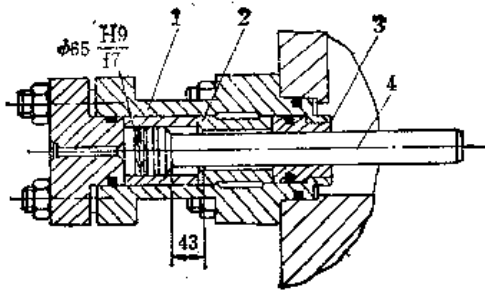

图13-3-9 接力器的改进
(2) 充水阀接力器的改进 标准充水阀接力器为差动柱塞式结构。目前许多新设计的水压机都已采用结构简单、动作可靠、不容易出故障的水滑阀式接力器。图13-3-9是某16MN 锻造水压机改进后的水滑阀结构。它的特点在于滑阀上有一个阀口, 当高压水推动滑阀走一定的行程后(此时充水阀已打开), 阀口就关闭了, 能防止高压水的泄漏。